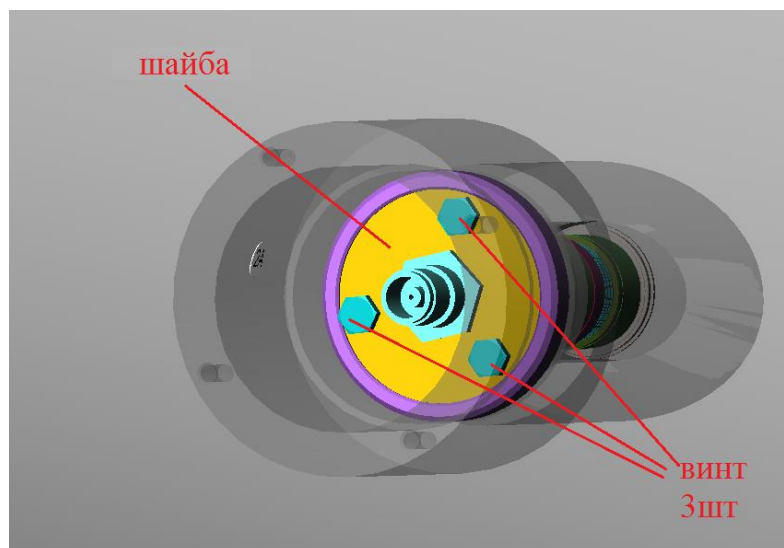

Рисунок 63 – Монтаж шайбы с разъемом
4.2.2.24 Подключить пин провода к разъёму и закрепить шайбу на 3 винта (рисунок 63).